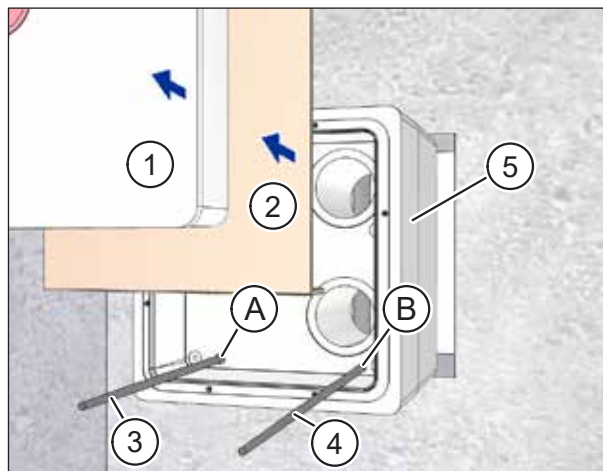

Fig. 13 : Mettre en place le caisson mural
- ▶ Enlevez le couvercle de protection de l'enduit (pos. 1 dans Fig. 13) du caisson mural (pos. 5 dans Fig. 13).
- ▶ Enlevez l'insert en carton (pos. 2 dans Fig. 13) du caisson mural (pos. 5 dans Fig. 13).
- ▶ Enfilez le câble d'alimentation (pos. 3 dans Fig. 13) à travers l'entrée de câble A (pos. A dans Fig. 13) dans le caisson mural.
- ▶ Le cas échéant, percez l'entrée de câble B obturée avec un tournevis (pos. B dans Fig. 13).
- ▶ Le cas échéant, enfiler le câble de commande (pos. 4 dans Fig. 13) à travers l'entrée de câble B (pos. B dans Fig. 13) dans le caisson mural.
- ▶ Poussez intégralement le caisson mural (pos. 5 dans Fig. 13) dans l'ouverture dans le mur.